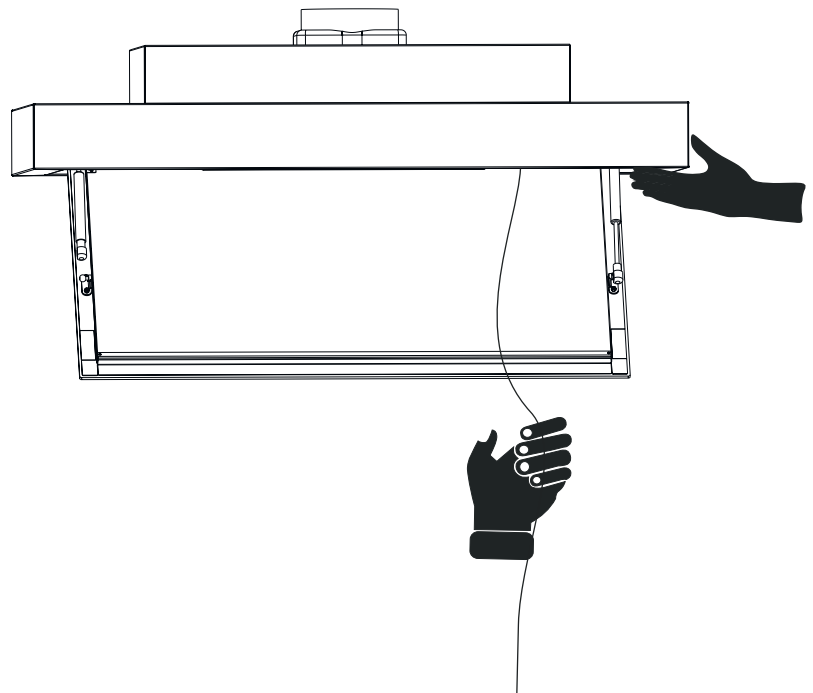

Fig. 13
8. ➔ For at hæve emhætten ved brug af stålwire; løft emhætten med en hånd på den korte side og træk nu i stålwirene en efter en. Gør nu dette på skift på emhættens korte sider. For hver gang der trækkes i stålwirene, låser sikkerhedslåsen stålwiren fast (Fig. 13).